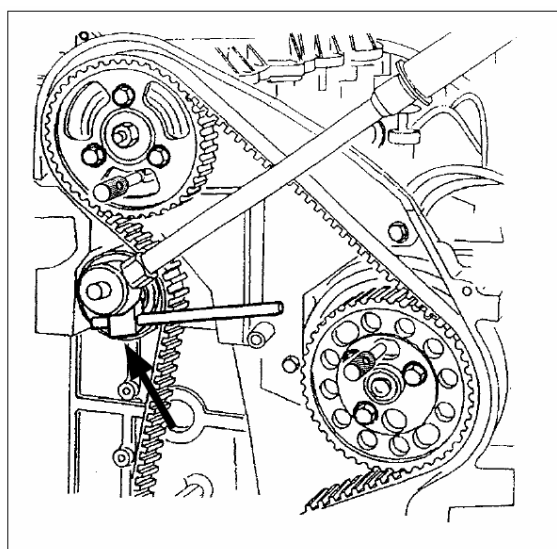

Fig. 2
2. Detta verktyg behövs för att vrida spännrullen och hålla den på plats medan låsskruven dras åt (25 Nm) (fig.2).